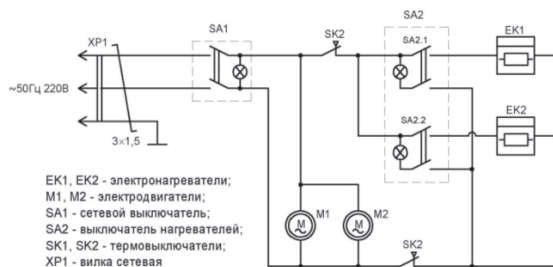

Рис. 1. Электрическая схема
5.3 Электрическая схема завесы представлена на рис. 1.